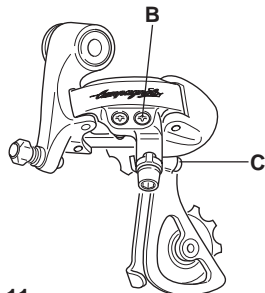
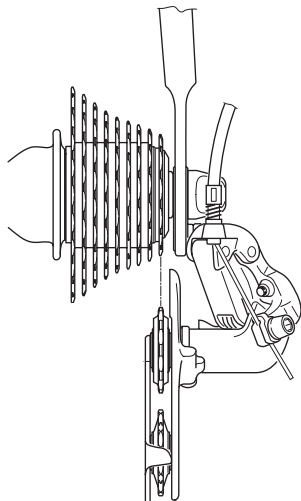

Fig. 11
Fig. 12
- Avvitare al massimo la vite girandola in senso orario (C - Fig.11).
- Girare la vite (B - Fig. 11) fino ad ottenere un perfetto allineamento della mezzera della rotellina superiore con il primo pignone (Fig. 12). (Continua a pag.18)
- Tighten the screw fully by turning it clockwise (C - Fig. 11).
- Turn the screw (B - Fig.11) until perfect alignment is obtained between the centreline of the top roller and the axis of the first sprocket (Fig.12).
- Die Schraube im Uhrzeigersinn (C - Abb. 11) maximal anziehen.
- Die Schraube (B - Abb.11) drehen bis das obere Schalträdchen mit der Achse des ersten Ritzels eine perfekte Symmetrielinie bildet (Abb.12). (Fortsetzung auf S. 18)
- Serrez à fond la vis en la tournant dans le sens des aiguilles d'une montre (C - Fig. 11).
- Tourner la vis (B - Fig.11) jusqu'à ce que l'axe médiant du galet supérieur soit aligne avec l'axe médiant du petit pignon (Fig.12). (Suite à page 18)
- Enroscar al máximo el tornillo en sentido orario (C - Fig.11).
- Girar el tornillo (B - Fig.11) hasta obtener una perfecta alineación del eje de simetría de la ruedecilla superior con el eje de la primera corona (Fig.12). (Sigue a pag. 18)
- Zet de schroef vast door hem aan te draaien met de wijzers van de klok mee (C - Fig. 11).
- Draai schroef (B - Fig.11) aan totdat het bovenste derailleurwielje loodrecht onder het eerste tandwiel staat (Fig.12). (Vervolg op pagina 18)